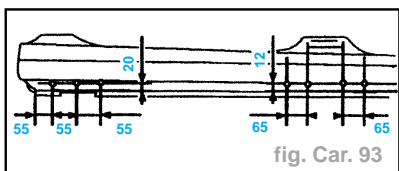

fig. Car. 93
- Tracer puis percer à un diamètre **6,5 mm** pour soudage ultérieur par points bouchons (fig. Car. 93).